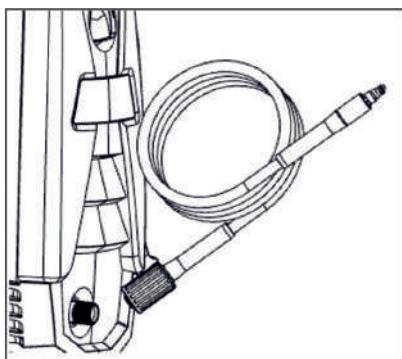

Рис. 5
2. Для моделей моек М 1500, М 1500Р2, М 1600РБ, М 1800РБК, М 1900РБК, подключите шланг высокого давления к штуцеру для шланга высокого давления на мойке (Рис. 5).